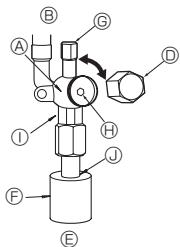

Fig. 4-6
(1) Πλευρά αερίου/υγρού ZM35-71 (Fig. 4-6)
① Βγάλτε το καπάκι και περιστρέψτε το στέλεχος της βαλβίδας προς τα αριστερά έως το τέρμα χρησιμοποιώντας ένα εξαγωγικό κλειδί 4 mm. Σταματήστε να περιστρέψετε έως ότου φτάσει στον αναστολέα.